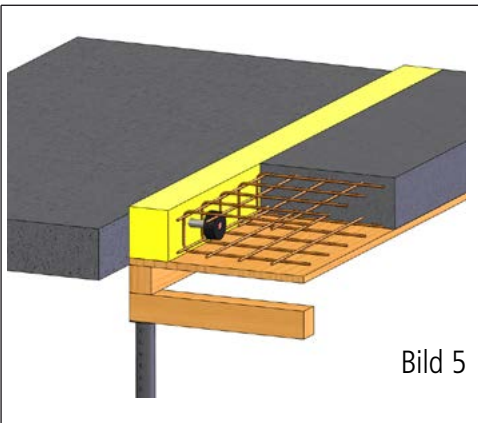

Bild 5
10. Verlegen der oberen und unteren Bewehrung ohne Kontakt mit dem **ZDE-0V** (Bild 5).